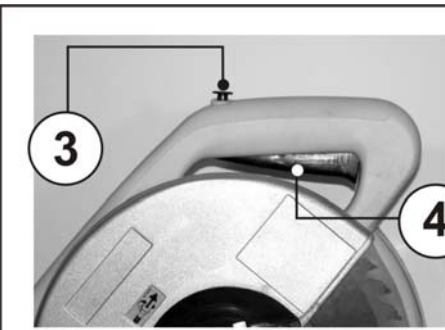

Рис.8
10.1. Действие выключателя, (Рис. 8)